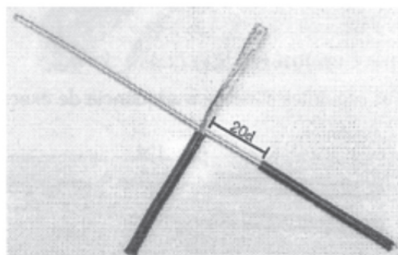

figura 16
2. Cruze os condutores, fazendo com que formem um ângulo de  $90^\circ$  entre si, e que o condutor flexível fique afastado da isolação do condutor rígido (**figura 16**).